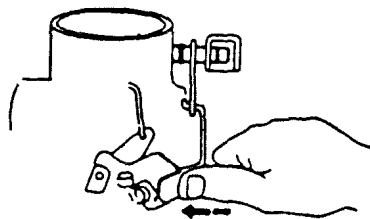

图 1-5
7. 组合后,需检查零部件之间的工作情况,并检查装锁部位,见图 1-5。